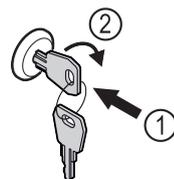

Fig. 179
- Insérer la clé. Fig. 179 (1)
- Tourner la clé à 90° dans le sens horaire. Fig. 179 (2)